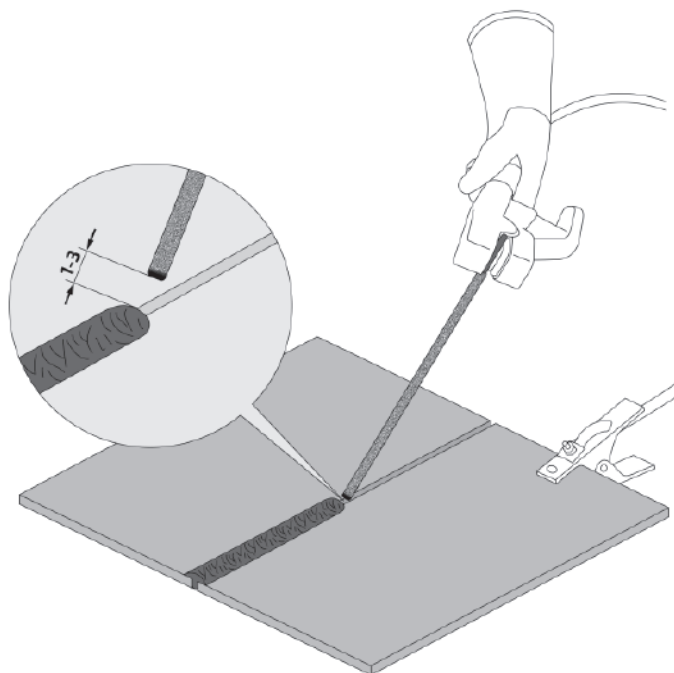

Рис. 7.1.1. Перед началом работы.
5. Начинайте сварочный процесс (см. рис. 7.1.1).
Перед началом работы не забудьте проверить следующее (см. рис. 7.1.1):